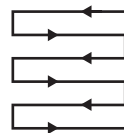

Fig. 20
5. Tondez en faisant des lignes qui se chevauchent légèrement. Le schéma de tonte de pelouses le plus efficace consiste à réaliser des lignes droites le long d'un des côtés. Cela permet d'obtenir des lignes uniformes et de s'assurer que la pelouse est tonduée en intégralité (Fig. 20).
8. Videz le bac de ramassage (6) régulièrement.